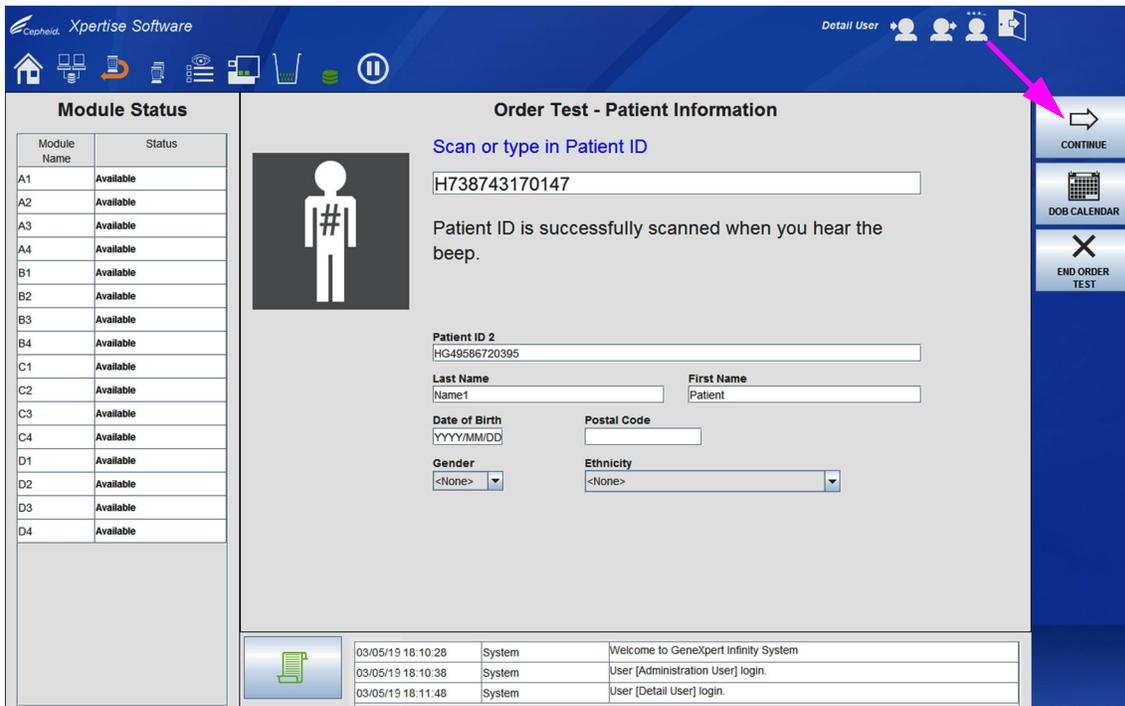
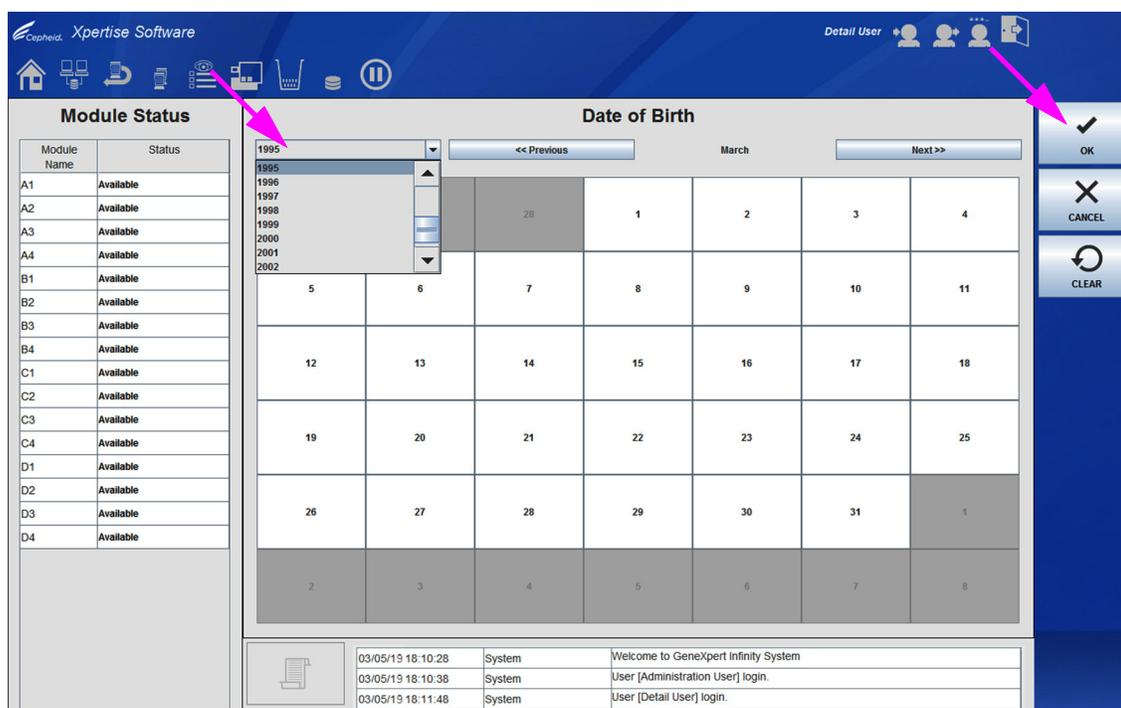
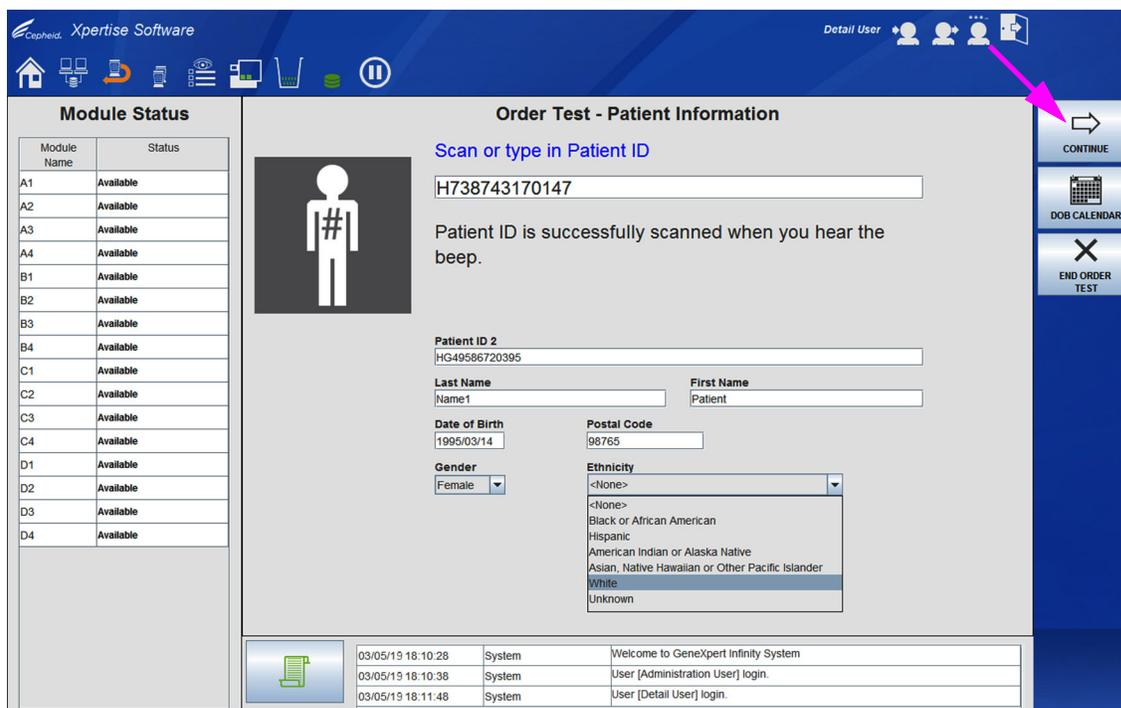
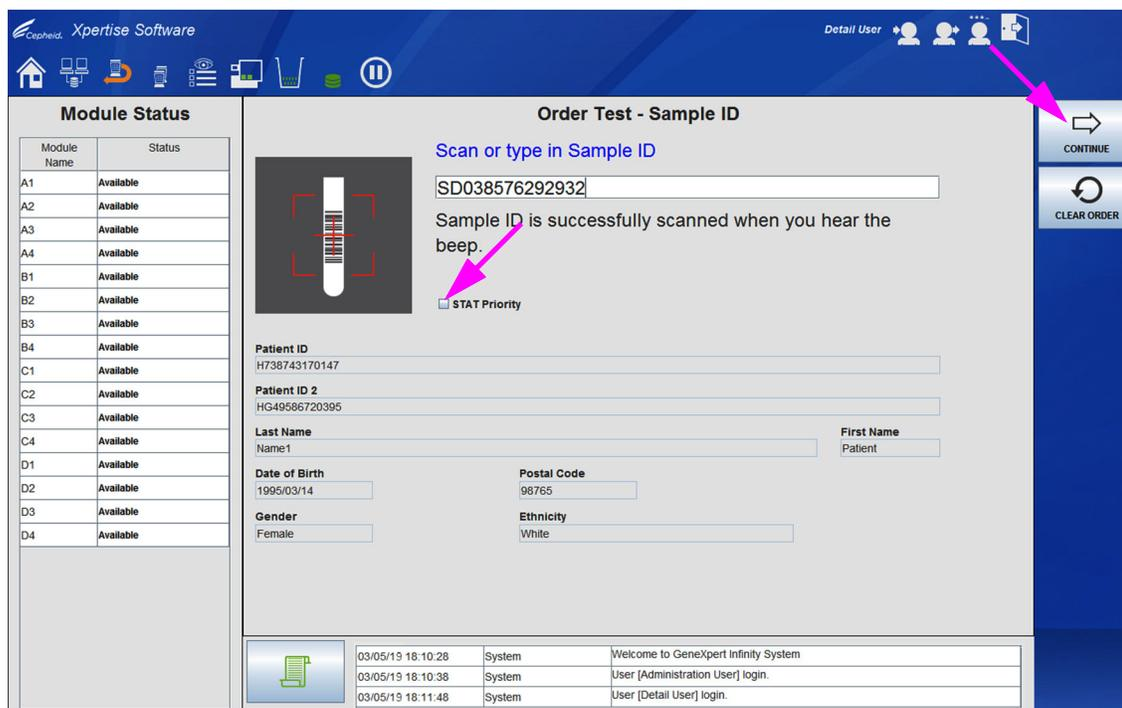

图 5-28. 指令测试 - 患者 ID (Order Test - Patient ID) 工作区
图 5-29. 出生日期 (Date of Birth) 工作区
图 5-30. 输入了可选填基本信息字段的指令测试 - 患者 ID (Order Test - Patient ID) 工作区
图 5-31. 指令测试 - 样品 ID (Order Test - Sample ID) 工作区
- 扫描或输入患者 ID（可选填） – 请参见图 5-28
- 输入可选填的患者信息（患者 ID 2 [Patient ID 2]、姓 [Last Name]、名 [First Name]、患者基本信息 [Patient Demographics] 字段） – 请参见图 5-28
- 选择优先级 – 正常（不选）或**加急 (STAT)**（勾选） – 请参见图 5-31
- 扫描或输入样品 ID – 请参见图 5-31
如果启用了患者 ID (Patient ID)，将显示指令测试 - 患者 ID (Order Test - Patient ID) 工作区。请参见图 5-28。如果没有启用患者 ID (Patient ID)，将显示指令测试 - 样品 ID (Order Test - Sample ID) 工作区。请参见图 5-31。
- A. 在指令测试 - 患者信息 (Order Test - Patient Information) 工作区中，扫描或输入**患者 ID (Patient ID)**（如果在系统配置 [System Configuration] 工作区中启用了患者信息 [Patient Information] 工作区）。请参见图 5-28。
- B. 如果启用了**患者 ID 2 (Patient ID 2)**，输入**患者 ID 2 (Patient ID 2)** 信息。请参见图 5-28。
- C. 如果启用了患者姓名字段，在相应的字段中输入患者的名字和姓氏。请参见图 5-28。
- D. 如果启用了患者基本信息字段，则输入**出生日期 (Date of Birth)** 信息。请参见图 5-28。
- a. 如需使用出生日期 (Date of Birth) 工作区输入出生日期，选择指令测试 - 患者信息 (Order Test - Patient Information) 工作区的**生日日历 (DOB CALENDAR)** 按钮（请参见图 5-28）。将显示出生日期 (Date of Birth) 工作区。请参见图 5-29。
- e. 按下**确定 (OK)** 按钮。出生日期 (Date of Birth) 工作区将关闭，日期将填入指令测试 - 患者 ID (Order Test - Patient ID) 工作区的**出生日期 (Date of Birth)** 字段。请参见图 5-30。
3. 选择**继续 (CONTINUE)** 按钮（请参见图 5-30）。显示指令测试 - 样品 ID (Order Test - Sample ID) 工作区。请参见图 5-31。
4. 如果样品需要迅速处理，选择**加急优先级 (STAT Priority)** 复选框。扫描或输入样品 ID（请参见图 5-31）。扫描了样品 ID 后，将显示指令测试 - 检测法 (Order Test - Assay) 工作区。如果手动输入样品 ID，则选择**继续 (CONTINUE)** 按钮以显示指令测试 - 检测法 (Order Test - Assay) 工作区。请参见图 5-32。
如果需要立即运行测试，则在扫描检测盒前，必须勾选指令测试 - 样品 ID (Order Test - Sample ID) 工作区中的**加急优先级 (STAT Priority)** 框（请参见图 5-31）。优先级设为**加急 (STAT)** 时，将立即从往复架运送检测盒，而不是在传送带上排队等待。指令测试 - 测试信息 (Order Test - Test Information) 工作区中显示的优先级将为**加急 (STAT)**。请参见图 5-41。